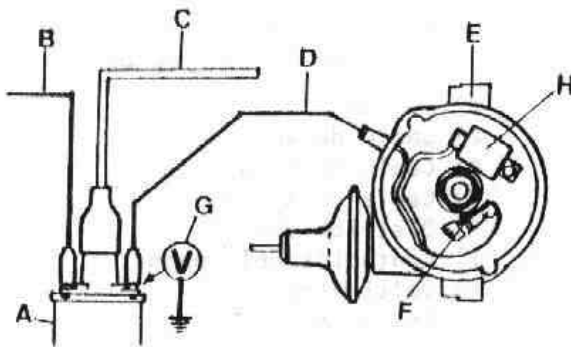

Fig. N2-3 Prueba de toma de masa
- 2.4. Si la toma de masa en el contacto fijo del ruptor es correcta, la aguja del voltímetro marcará a 0, cuando cerremos los contactos, F (Fig. N2-3) del ruptor. En caso contrario, comprobar el circuito desde el negativo (-) de la bobina, A, hasta la masa del ruptor.